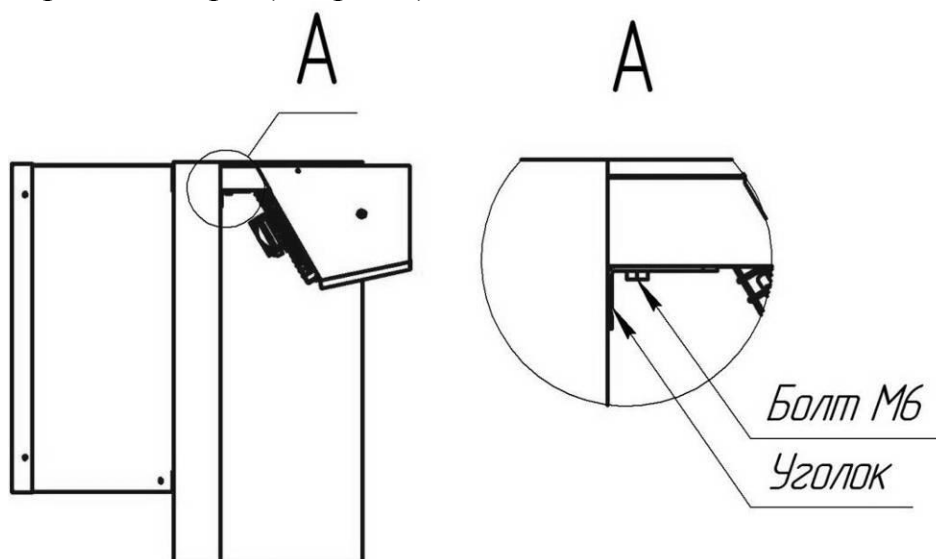

Рис.2. Фиксация моноблока уголками.
5.4. После установки на стенку камеры моноблок зафиксировать уголками с внутренней стороны камеры (см. рис.2).